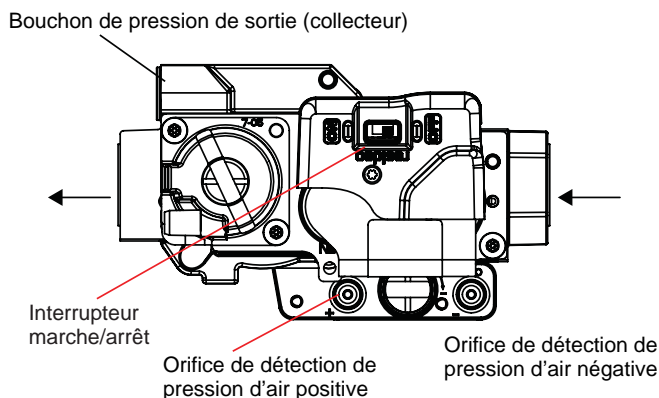

Figure 1. Robinet de gaz
6. Faites glisser l'interrupteur de commande du gaz ou tournez le bouton de commande du gaz sur « **OFF** » (arrêt) (voyez la **Figure 1**).
4. Faites glisser l'interrupteur de commande du gaz ou tournez le bouton de commande du gaz sur « **OFF** » (arrêt) (voyez la **Figure 1**). Ne forcez pas.